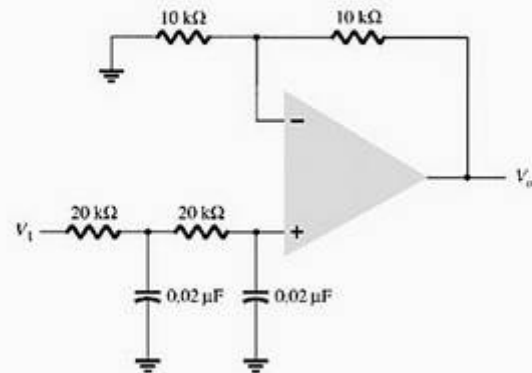

Figura 14.58 Problema 16.
16. Calcule a frequência de corte do filtro passa-altas na Figura 14.58.